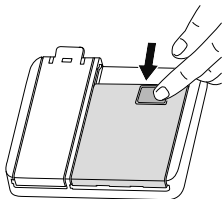

Abb. 23
- ▶ Falls der Deckel des Reinigerbehälters (8) geschlossen ist, schieben Sie die Entriegelung (siehe **Abb. 23**). Der Deckel öffnet sich.